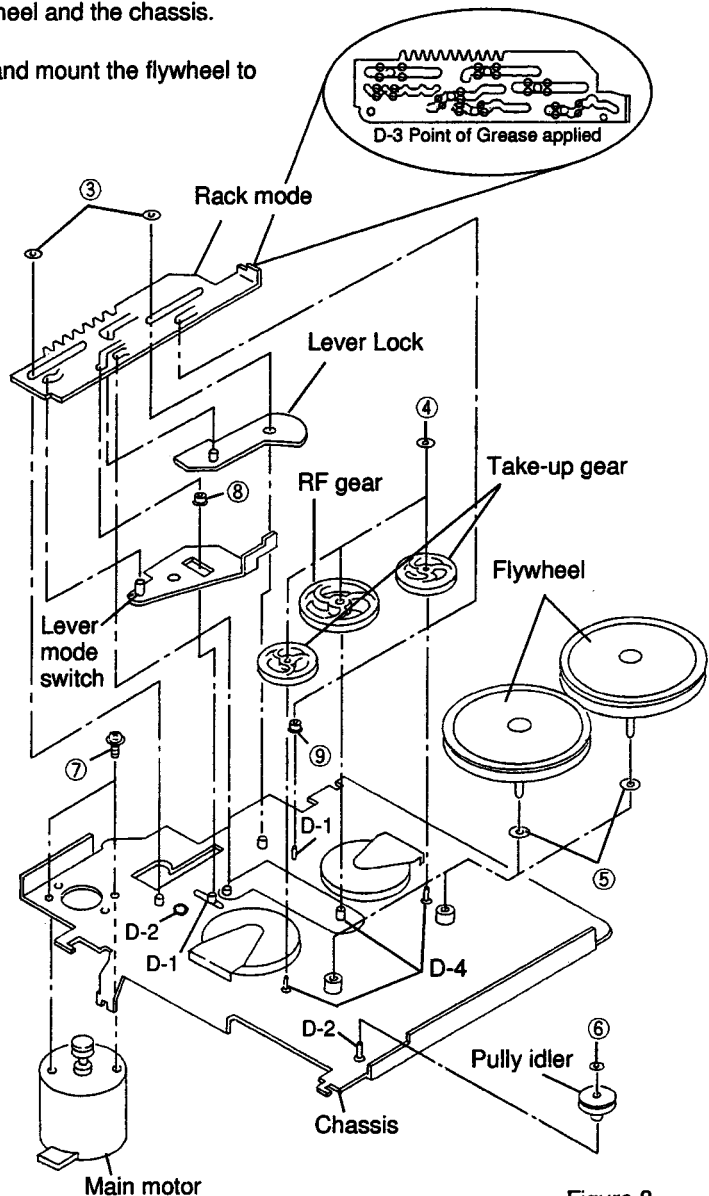

Figure 8
(2) Remove two screws ⑦, and remove the main motor as shown in Figure 8.
(3) Mount the new motor following the removal steps in the reverse order.
(2) 2本のネジ⑦を外し、メインモーターを外します。(図8参照)
(3) 良品のメインモーターを取り外し方法の逆の手順で組み立てます。
(Refer to Figure 8)
(1) ベルトを外した後、2個のフライホイールを引き抜きます。この時フライホイールとシャーシの間にそれぞれ1個のポリスライダワッシャー⑤がありますので紛失しない様に注意して下さい。(図8参照)
(2) 良品のフライホイールにポリスライダワッシャーを取り付け、シャーシに取り付けます。
(1) Remove M1.7 lock washer ③, and remove the rack mode as shown in Figure 8.
(2) Apply the molykote G paste to the section D-3, and mount the rack mode following the removal steps in the reverse order.
② Do not reuse the used lock washer for remounting.
③ Take care to avoid damage by piercing and tearing.
(1) 2個のロックワッシャー③ (M1.7) を外し、シャーシより引き抜き、ラックモードを外します。(図8参照)
(2) 良品のラックモードのD-3部分にモリコートGペーストを塗布し、取り外しの逆の手順で取り付けます。
- (1) After removing the rack mode, remove the lever lock and lever mode switch. (Refer to Figure 8)
- (2) Pull it up from the stud and remove the two roller mode ⑧, ⑨ as shown in Figure 8.
- (3) Apply the molykote G paste to the section D-1, the grease (PG-671) to the section D-2 and mount the roller mode/lever mode switch/lever lock following the removal steps in the reverse order.
- NOTE : ① Check to see the roller mode is inserted without fail.
- (1) ラックモードを外した後、レバーロック、レバーモードスイッチの順に引き抜きます。(図8参照)
- (2) 2個のローラーモード⑧、⑨をスタットより引き抜きます。(図8参照)
- (3) D-1部分にモリコートGペースト、D-2部分にグリス(PG-671)を塗布し、取り外し方の逆の手順で取り付けます。
- [注意] ① ローラーモードの挿入忘れがないこと。
- (1) Remove M1.2 lock washer ④, pull it up from the stud and remove the gear as shown in Figure 8.
- (2) Mount it, following the removal steps in the reverse order.
- (1) ロックワッシャー④(M1.2)を外し、スタットより引き抜きギアを外します。(図8参照)
- (2) 取り外し方の逆の手順で取り付けます。
- (1) 2個のロックワッシャー④(M1.2)を外し、スタットより引き抜きギアを外します。(図8参照)